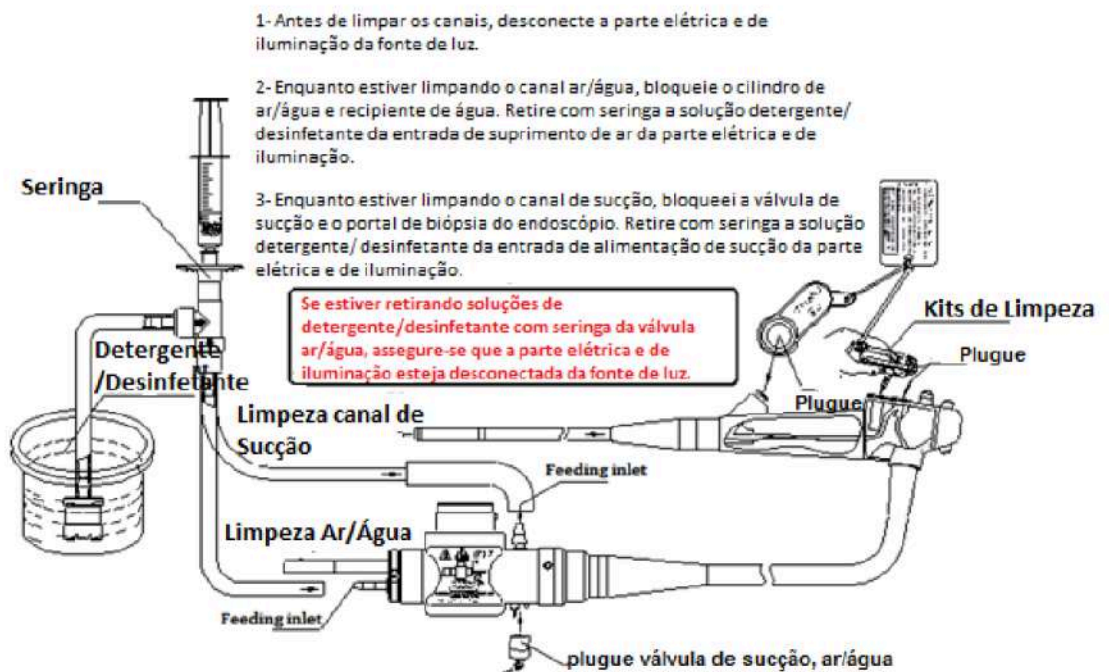

Figura 19. Mecanismo de sucção e injeção de fluídos para os canais internos do endoscópio
- 9) Depois que os acessórios de vedação das válvulas estiverem conectados, coloque o filtro da mangueira do tubo dentro do tanque ainda com o detergente e depois manualmente e repetidamente use a seringa para sugar e injetar o detergente dentro dos canais do endoscópio (veja Figura 19)